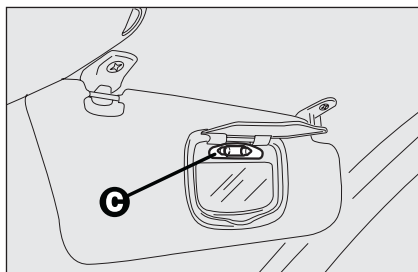

fig. 47
- ☐ sustituya la lámpara **C-fig. 47** separándola de los contactos laterales, y asegúrese de que la lámpara nueva quede correctamente bloqueada entre los mismos contactos.